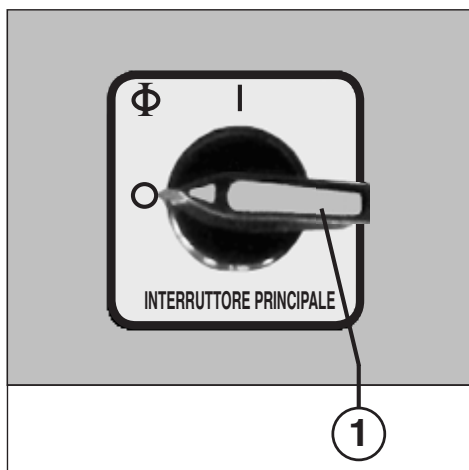

Fig. 1
Assicurarsi che durante la notte la macchina rimanga disinserita (interruttore principale (1) (fig. 1) in posizione "0").